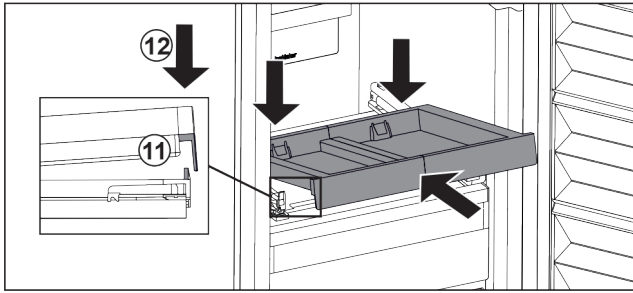

Fig. 143
- ▶ Вставьте, наклоняя вниз. Обратите внимание на то, чтобы на обеих сторонах упор был за накладкой. Fig. 143 (11)
- ▶ Снимите выдвижную панель спереди. Fig. 143 (12)